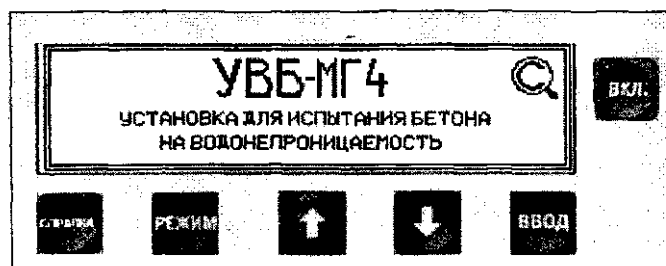

Рис. 2. Лицевая панель блока управления
3.3.2. Лицевая панель блока управления имеет вид (рис. 2).